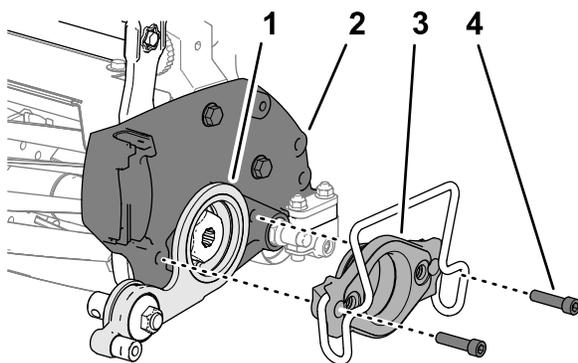

图 19
- 如 图 19 所示将总轮总成与滚刀组对齐。
- 如 图 19 所示将总轮板与滚刀组侧板对齐。
- 穿过总轮板将马达支架组装到滚刀组的侧板中 图 19。
- 使用您在 拆下马达支架 \(页码 4\) 中拆下的 2 个六角头螺丝 5/16 x 1 1/4 英寸将支架组装到板上 图 19。